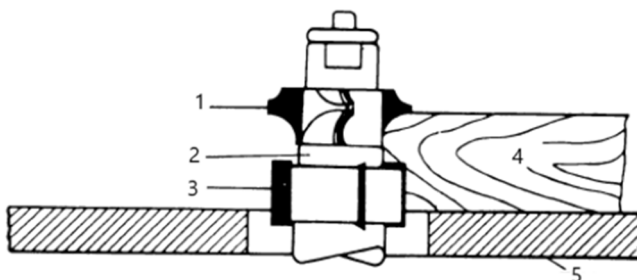

Figura 9
3. Metoda gulerului între tăietori, prezentată în figura 9, are atât avantajele, cât și dezavantajele primelor două metode. Această metodă este utilizată în primul rând acolo unde urmează să fie modelate ambele margini ale lucrării.